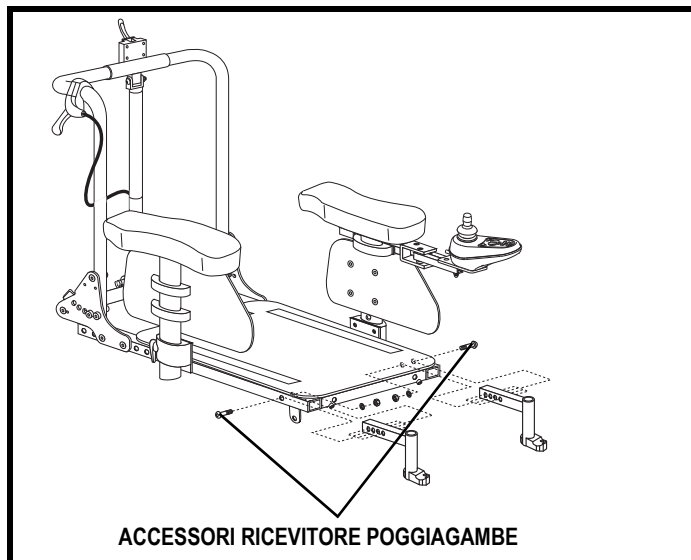

Figura 11. Regolazione della profondità del poggiatesta
1. Allentare i fissaggi del supporto del poggiatesta. **Vedere figura 11.**